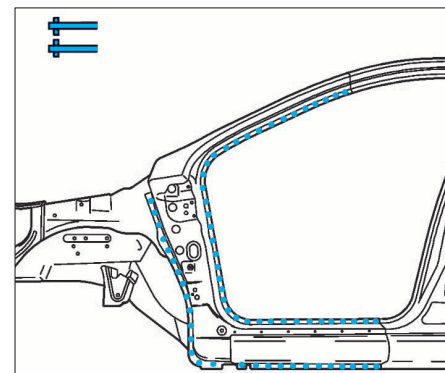

FIG. 49
- Procéder au soudage (Fig.49 à 52) au MIG ou avec une pointeuse électrique puis meuler.